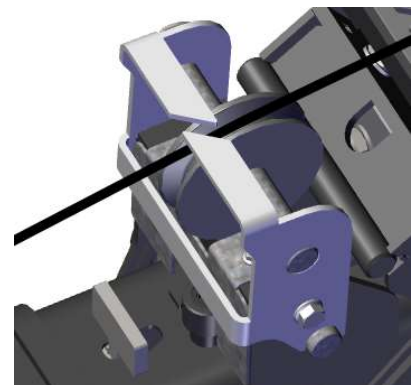

Abbildung 49
- Legen Sie das Windenseil auf die Rolle vorne am 4. Mastteil des Fly-Jib. Drücken Sie das Windenseil hierzu durch den schrägen Schlitz im Stahlblech über der Seilscheibe. Legen Sie das Seil in die Rille der Seilscheibe (siehe Abbildung 49).